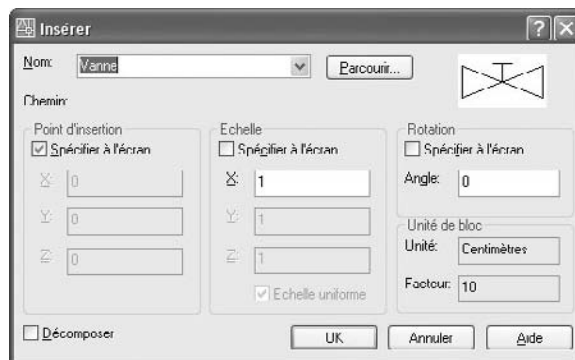

Fig.7.47
- 1] Exécuter la commande d'insertion de bloc à l'aide d'une des méthodes suivantes (fig.7.47) :